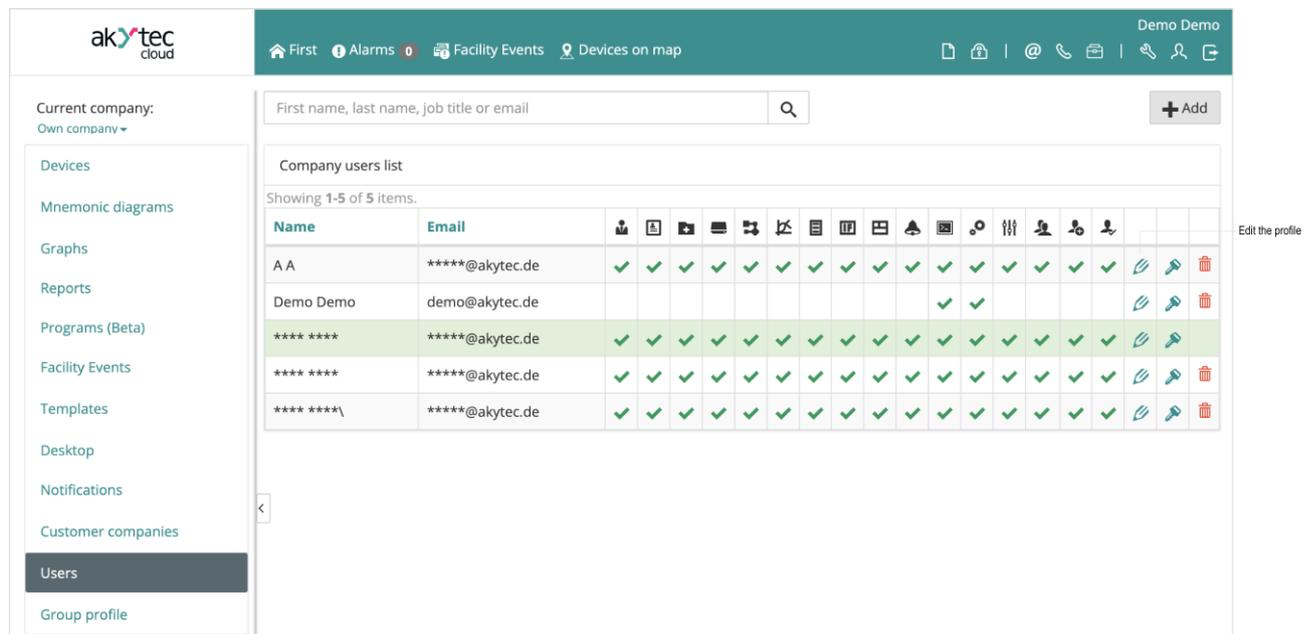

Abb. 8.16
2. Öffnen Sie auf der Seite **Administration** die Kategorie **Users** (Benutzer) und klicken Sie auf die Schaltfläche (Bearbeiten) (Abb. 8.16).